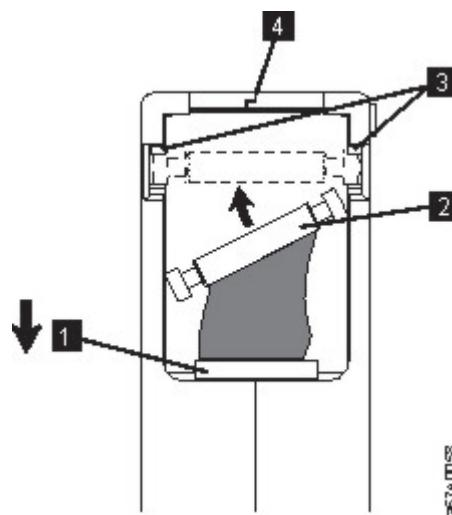

Figure 103. Placing the dislodged leader pin into the correct position
- Inspectez l'arrière de la cartouche (la partie qui rentre en premier dans le compartiment de chargement de la bande) et vérifiez qu'il n'y a pas de fentes dans la jointure du boîtier de la cartouche. (voir 1 dans Figure 101, à la page 232 et 4 dans Figure 103, à la page 234). Si l'il y a des fente dans la jointure (voir Figure 101, à la page 232), l'amorce peut être délogée. Accédez à «Repositioning or reattaching a leader pin», à la page 233.
1. Slide open the cartridge door (1 in Figure 103 on page 234) and locate the leader pin (2) (you might need to shake the cartridge gently to roll the pin toward the door).
2. With plastic or blunt-end tweezers, grasp the leader pin and position it in the pin-retaining spring clips (3).